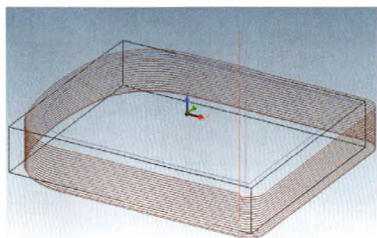

图3 加工外轮廓轨迹
(1) 加工正面外轮廓：用机虎钳装夹夹持150mm的两面，露出虎钳面30mm，底面垫垫铁，用面铣刀铣光顶面，立铣刀加工四周。如图3所示，黑色是毛坯线框图，蓝色是零件轮廓曲线，咖啡色是刀具轨迹线，粉红色是刀具进刀线轨迹，红色是刀具退刀线轨迹。由图1可以看出外形是平面轮廓图形，按零件装夹位置划出零件轮廓线，采用 $\phi 18\text{mm}$ 的机夹立铣刀，由于刀具直径超过了零件单边余量，所以在X-Y平面内不用分层加工。使用轮廓线精加工命令，在层高中设置 $-28\sim 0\text{mm}$ 的深度加工范围，层间螺旋进刀以保持加工平稳。强制在毛坯外下刀，精加工余量留1mm，转速2000r/min，垂直下刀1.5mm，进给速度600mm/min，生成轨迹如图3所示。